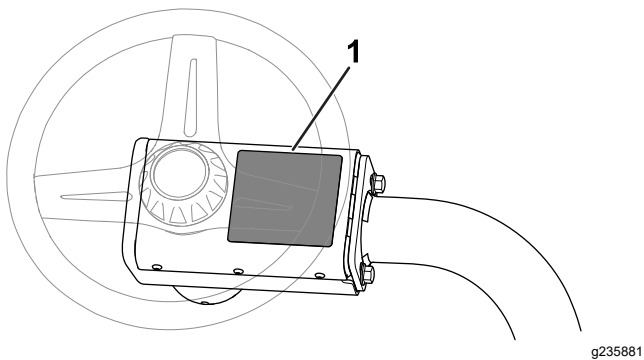

Figura 12
- **Autocolant de avertizare CE:** Aplicai eticheta de avertizare CE (nr. piesă 139-8321) peste autocolantul de avertizare existent (nr. piesă 139-8320) pe capacul volanului; consultai Figura 12.